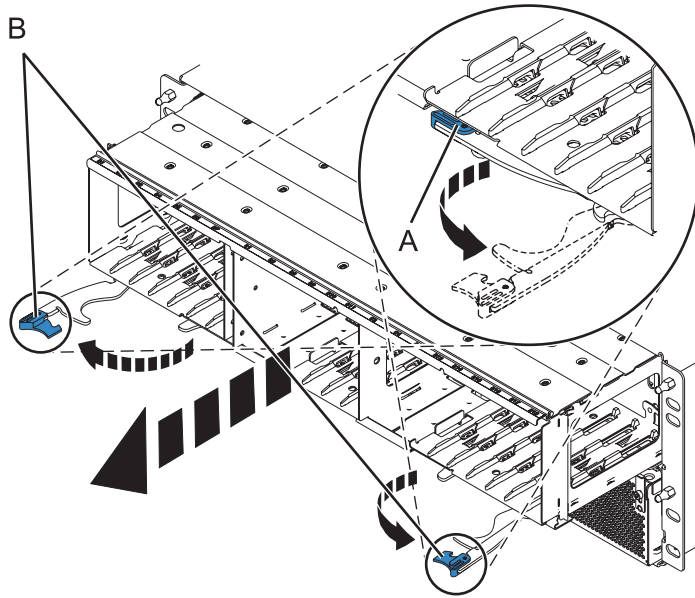

Figure 63. Retrait du fond de panier du boîtier
6. Retirez le fond de panier, comme illustré dans la figure 63, à la page 78.